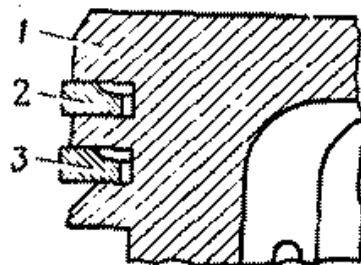

Рис. 38. Установка колец на поршень
2. Компрессионные кольца устанавливаются на поршень внутренней выточкой вверх (рис. 38).